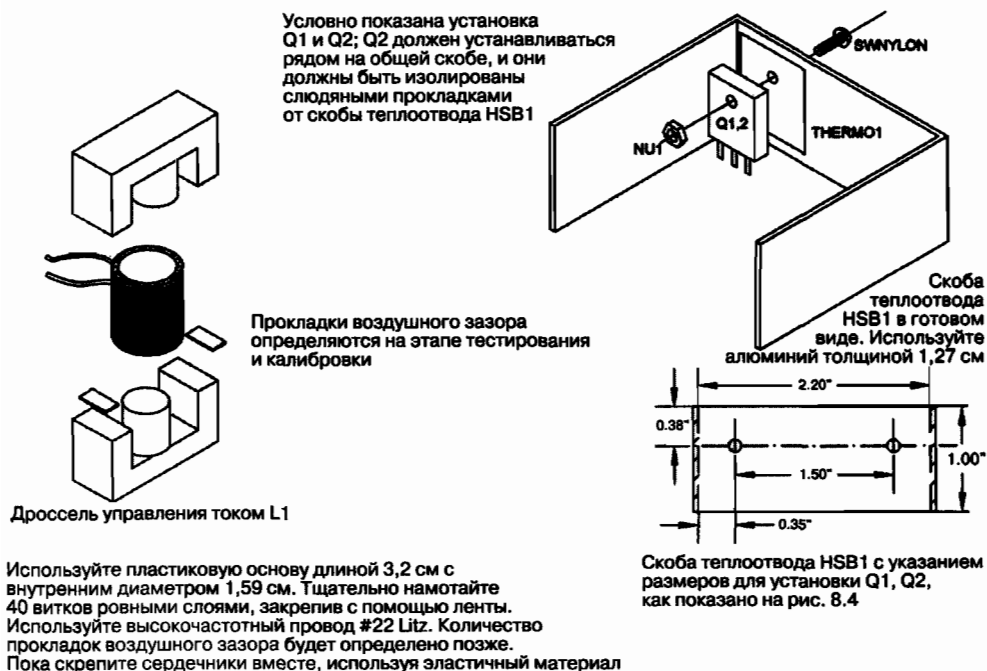
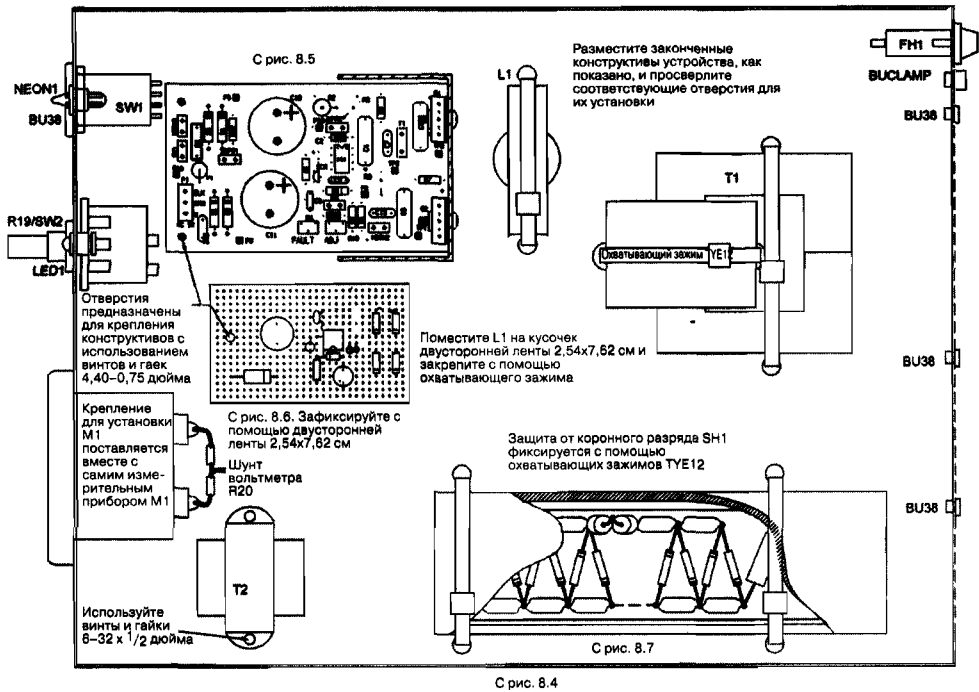

Рис. 8.8. Сборка составных узлов и специальные детали
Рис. 8.9. Сборка корпуса модуля источника питания с указанием расположения и крепления компонентов
5. Соберите теплоотвод для Q1 и Q2 в виде скобы и катушку индуктивности для контроля тока L1, как показано на рис. 8.8. Важно, чтобы отверстия для Q1 и Q2 были тщательно выровнены и не имели заусенцев. Контакты не должны испытывать механического напряжения, и корпус транзистора должен иметь полный контакт со скобой для эффективного отвода тепла от транзисторов Q1 и Q2.
HSB1 с рис. 8.8
6. Поместите сборочные узлы в основной корпус, как показано на рис. 8.9. Следуйте расположению деталей и сверлите отверстия по ходу выполнения работ (см. рис. 8.8). Высоковольтные компоненты фиксируются на своих местах с помощью охватывающих креплений. Другие компоненты закрепляются с помощью обычных винтов и гаек.
7. Отключите питание, поместите слой ленты или аналогичного материала около 0,25 см для первой установки воздушного зазора (см. рис. 8.8). Повторите это, увеличивая зазор, до тех пор пока не получите показанную на рисунке форму волны для TP2. Вы должны иметь подъем пикового тока в TP2 7–8 А при балласте 60 Вт на линии. Эта величина тока при снятии балласта увеличится примерно до 10 А. Нашему лабораторному устройству потребуется величина зазора 0,076 см.